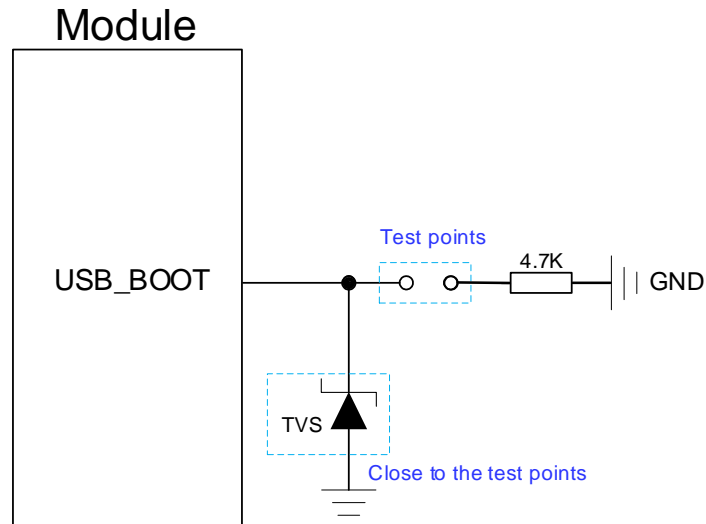

图 18: USB\_BOOT 参考设计电路图
2. 使用 MCU 控制模块进入强制下载模式时需按照如上时序图进行控制，手动强制下载方式按照图 18 所示短接测试点即可。